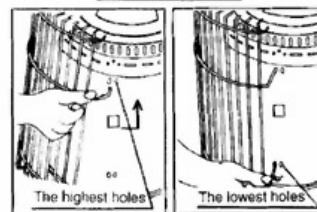

Fig. 6
D) REINSTALLING FRONT AND REAR GUARDS:(Fig. 6)